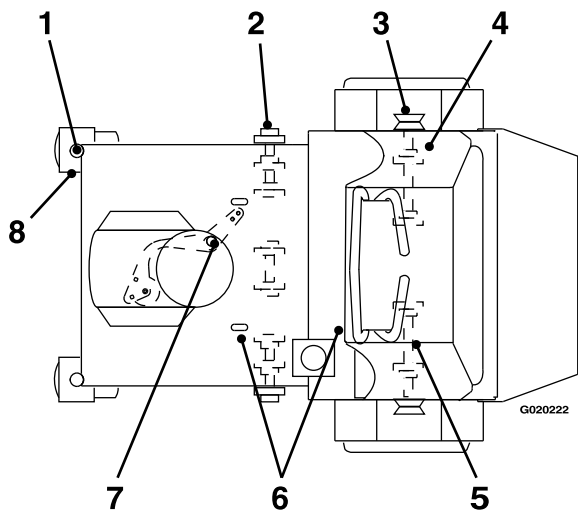

Figure 25
2. Essuyez les graisseurs avec un chiffon propre (Figure 25).
3. Raccordez une pompe à graisse aux graisseurs (Figure 25).